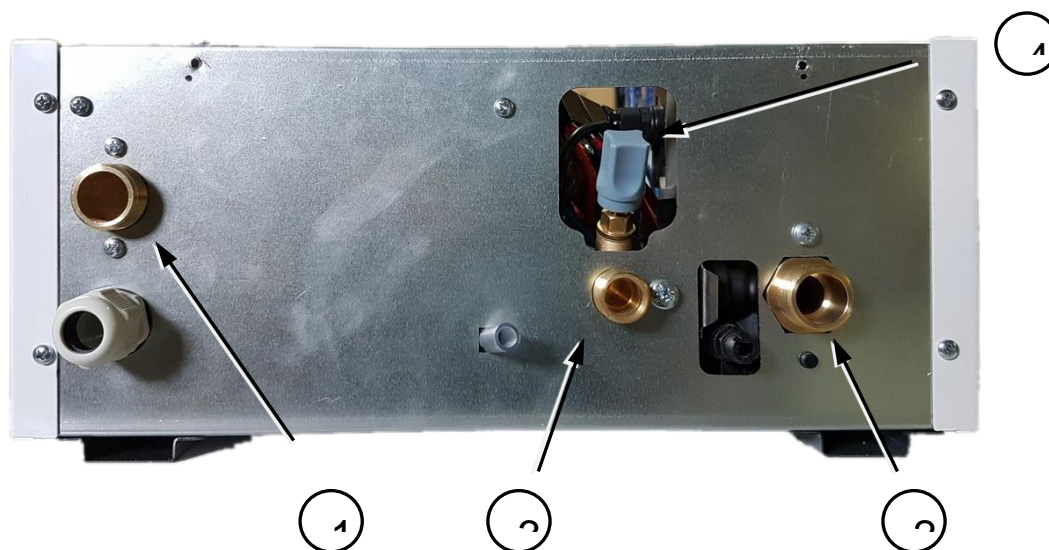

Рис. 14 Патрубки присоединения электродвигателя к трубам
- Для повышения давления в СО и в электродкотле установлен кран подпитки (См. Рис.14). При повышении давления в СО и в электродкотле с использованием крана подпитки **необходимо** соблюдать следующие условия: